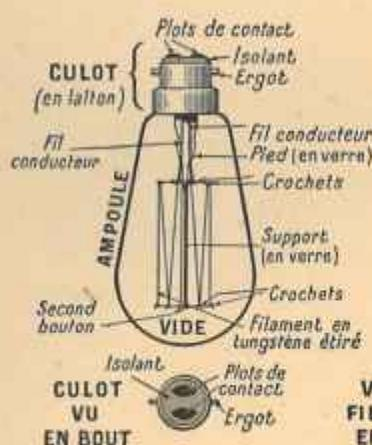
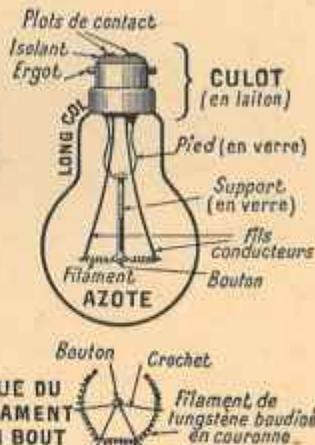

FIG. 85.
FIG. 86.
Toute lampe à incandescence comporte un culot, un filament et une ampoule de verre. C'est pour éviter que le filament soit brûlé (et par suite immédiatement détruit dès le passage du courant) qu'on fait dans l'ampoule un vide aussi parfait que possible (*lampes à vide*, fig. 85), ou qu'on y introduit un gaz inerte, généralement de l'argon, parfois de l'azote ou du krypton (*lampes à atmosphère gazeuse*, fig. 86).
a) La lumière émise dépend de la direction considérée : ainsi la lampe à vide (fig. 85) émet beaucoup plus de lumière suivant l'horizontale que vers le bas (et surtout que vers le haut). On ne savait jamais si « 32 bougies » représentait la lumière moyenne (dans toutes les directions) ou le maximum de lumière fournie (suivant l'horizontale, dans le cas précédent);
2° Autant que cela est possible, on doit placer les lampes verticalement, le culot en haut. Cette recommandation est surtout importante pour les lampes à atmosphère gazeuse (fig. 86) : ce n'est que dans cette position qu'on évite le noircissement de la partie utile (partie sphérique) de l'ampoule;
8° Dernière remarque qui ne s'applique qu'aux lampes à vide (fig. 85). Lorsqu'il s'est produit une rupture du filament, on laissera la lampe en place sur sa douille et on fermera l'interrupteur, comme pour l'allumer. On la secouera ensuite légèrement, pour amener en contact les deux bords de la cassure. Si ce résultat peut être atteint, il jaillira un petit arc, qui resoudra le filament au point de contact.